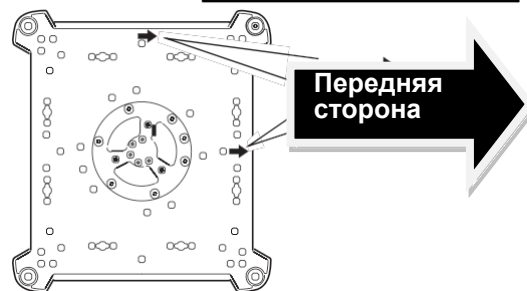

Рисунок 6. Передняя сторона прибора
3. См. рисунок 6. Обратите внимание на положение стрелки на нижней части основания, указывающей на переднюю сторону прибора.